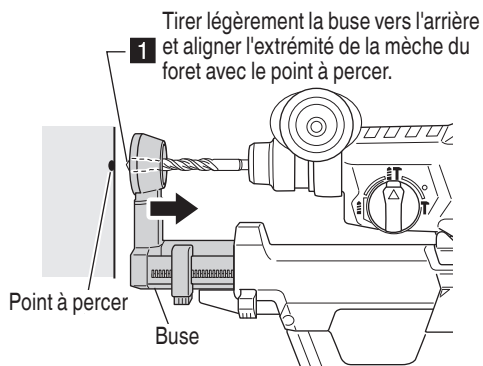

Fig. 16
- (1) Saisir la buse avec la main et la tirer légèrement vers l'arrière, puis aligner l'extrémité du foret avec de l'endroit à percer. (Fig. 16)